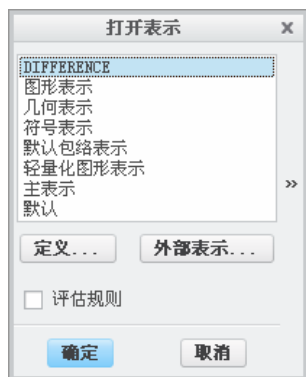

图 9.4.7 “打开表示”对话框
Step3. 在弹出的图 9.4.7 所示的“打开表示”对话框中选择 **DIFFERENCE** 选项，然后单击 **确定** 按钮。